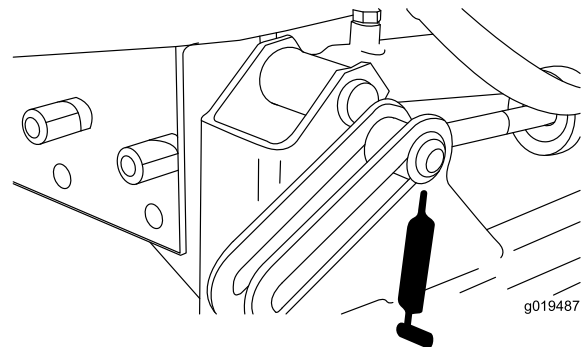
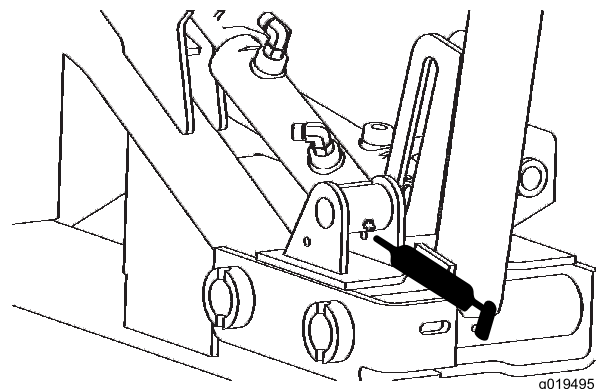

Figura 46
Figura 47
- Cilindri di sollevamento anteriori (3) (Figura 46 e Figura 47).